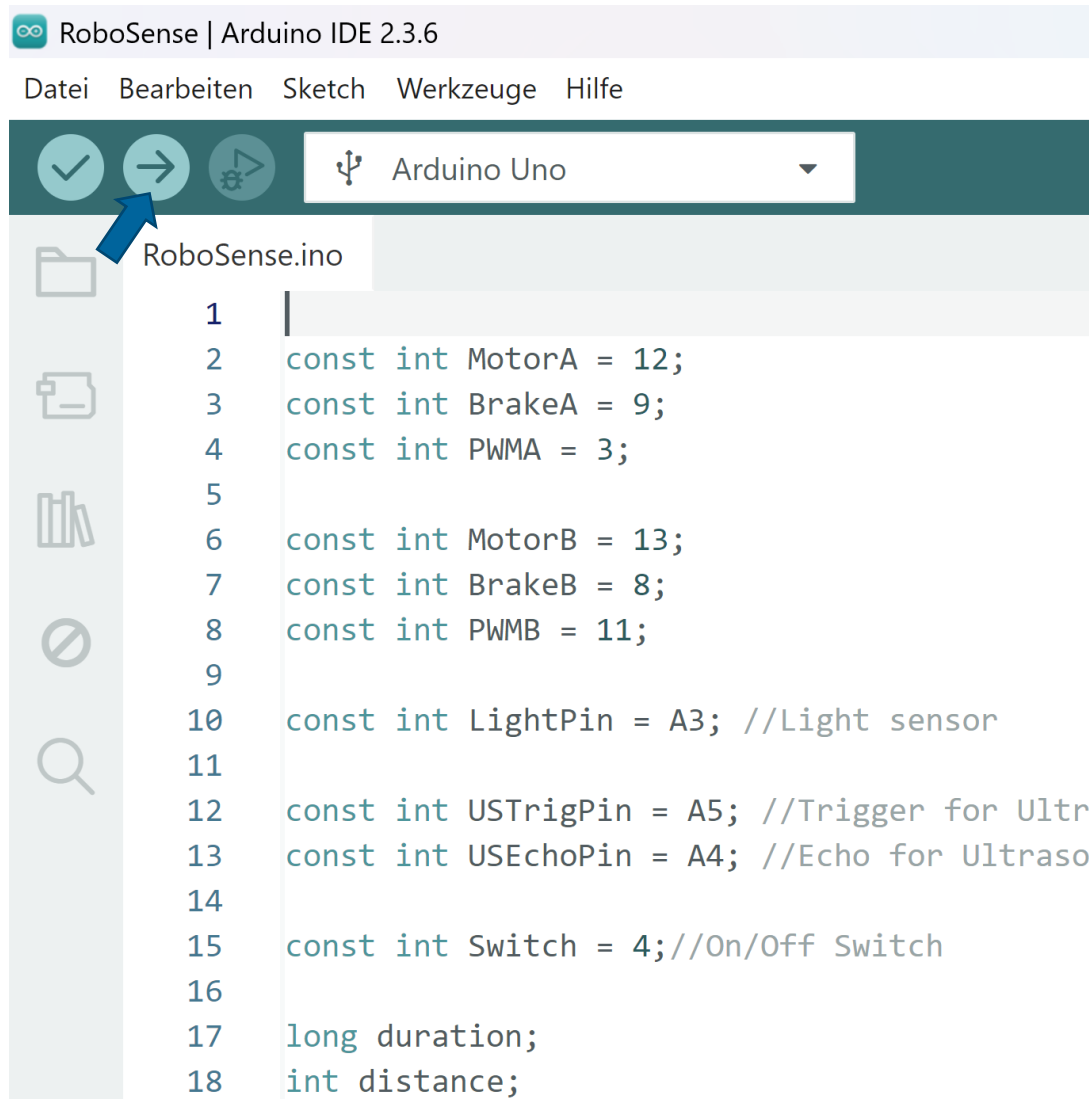

Abbildung 2: Arduino IDE - Programm hochladen
3. Programm auf das Board laden (siehe Abbildung 2: Arduino IDE - Programm hochladen).